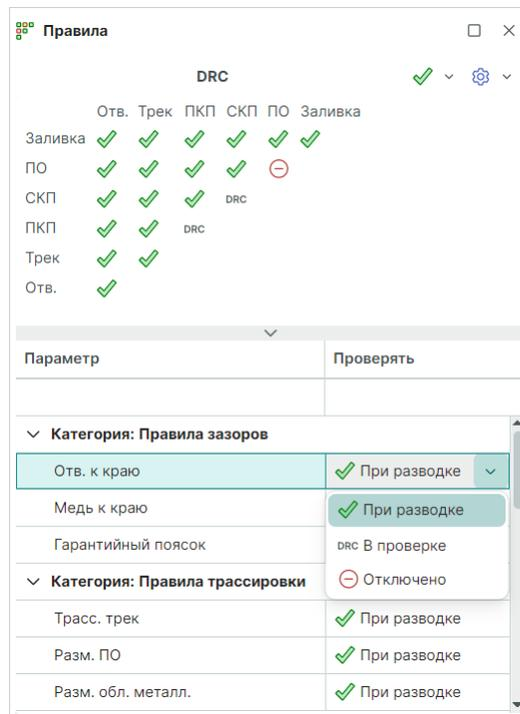

Рис. 502 Изменение типа проверки правила
2. В нижней области из выпадающего меню выберите требуемый режим контроля, см. Рис. 502.